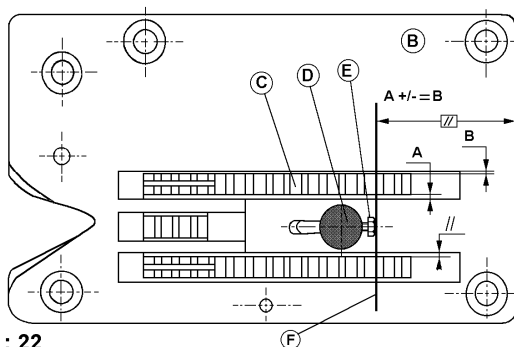

Fig : 22
Siehe Abb. 22. Mit Hilfe der Lehre (Teil Nr. 10230) nachprüfen, ob der Nadelhalter sich parallel zur Vorderkante der Förderplatte befindet. Die Einstelllehre flach gegen die Schraube (E) drücken.